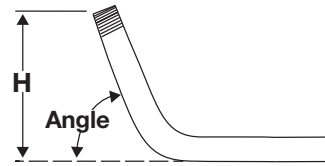

Figure 20
1. Dans le tableau de cintrage spécial approprié, utiliser la hauteur (H) et l'angle de la colonne pour trouver Y. (Fig. 20)